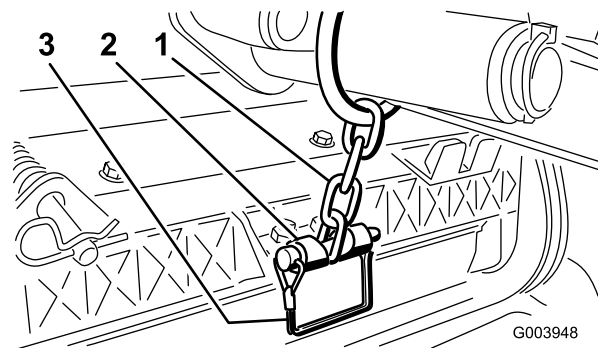

図 10
12. スナッパ・ピンを使って、昇降アームのチェーンを昇降アームに固定する (図 10)。カッティングユニットのオペレーターズマニュアルに従って、決められたリンクを使用すること。